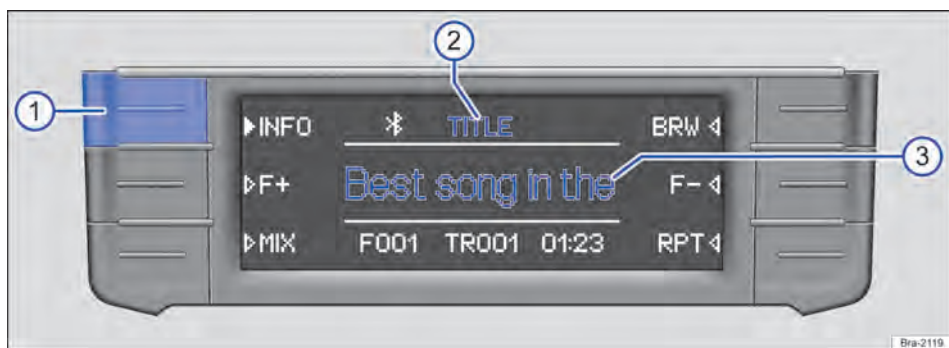

Fig. 157 Exemplo de exibição na operação de mídia: informações das faixas de um CD de MP3 em execução.
Em CDs de áudio sem texto de CD, na linha central do display → Fig. 157 ③ é exibido somente **TRACK** e o número da faixa conforme a sequência na unidade de armazenamento de dados.
No centro da linha superior do display é exibido o tipo da informação de faixa selecionada, por exemplo, **TITLE** → Fig. 157 ②.
- Pressionar brevemente o botão de função **[INFO]** → Fig. 157 ① para trocar o tipo da informação exibida da faixa. ▶
Exibição → Fig. 157 ②	Informação da faixa → Fig. 157 ③